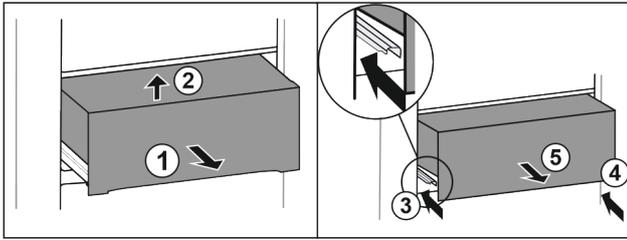

Fig. 24
- ▶ Sortir le tiroir à mi-chemin Fig. 24 (1).
- ▶ Le soulever à l'avant Fig. 24 (2).
- ▶ Rentrer le rail de gauche Fig. 24 (3).
- ▶ Rentrer le rail de droite Fig. 24 (4).
- ▶ Retirer le tiroir par l'avant Fig. 24 (5).